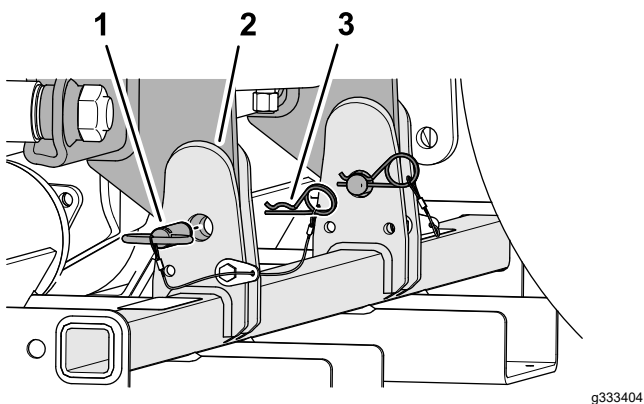

Figura 46
3. Fissate il supporto di rimessaggio alla macchina utilizzando i 2 perni del supporto di rimessaggio e 2 coppiglie (Figura 46).